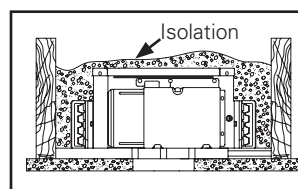
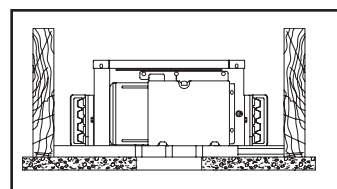

Figure 1.
Figure 2.
- Plateforme à capacité de coupe : La plateforme du boîtier P3LED09 est conçue pour les installations où le boîtier entre en contact direct avec l'isolation (Figure 1.) et pour les installations où la plateforme du boîtier n'entre pas en contact avec l'isolation (Figure 2.).